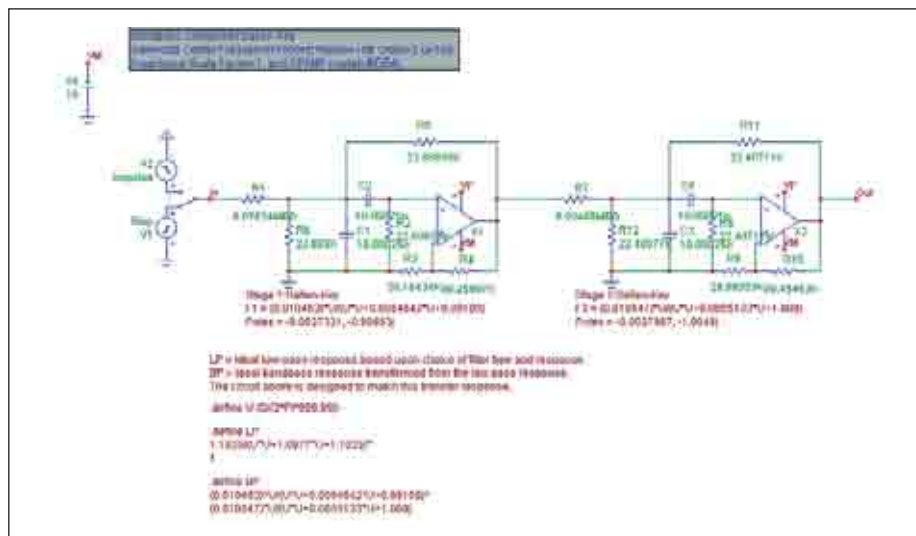

Рис. 4. Результат синтеза принципиальной схемы активного фильтра
- **Circuit** — в виде принципиальной схемы (рис. 4);